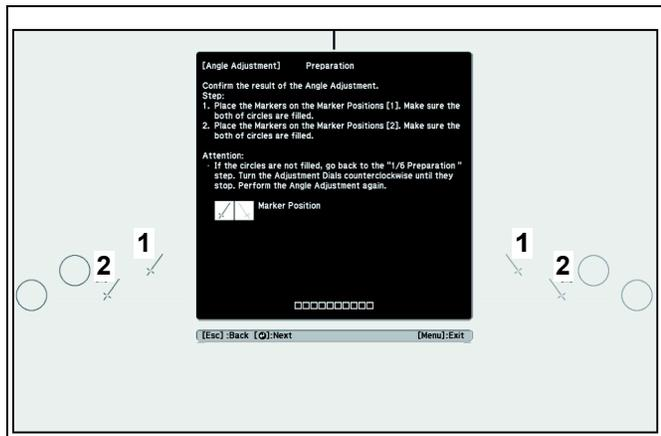

Figure 43
14. Lorsque les cercles à gauche et à droite deviennent pleins, appuyez sur le bouton  de la télécommande. L'écran suivant s'affiche. (Voir figure 43)